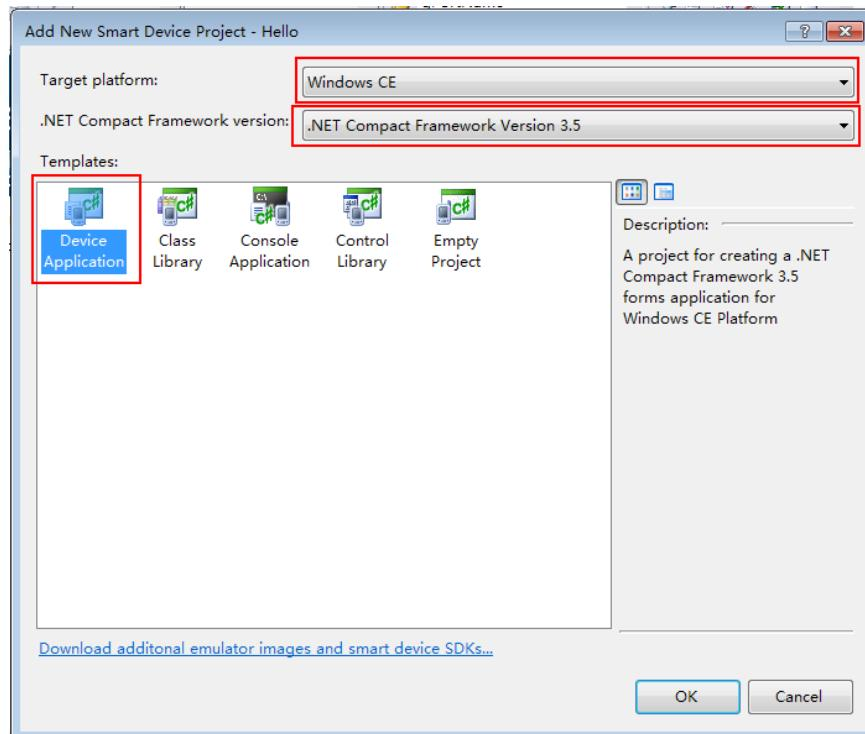
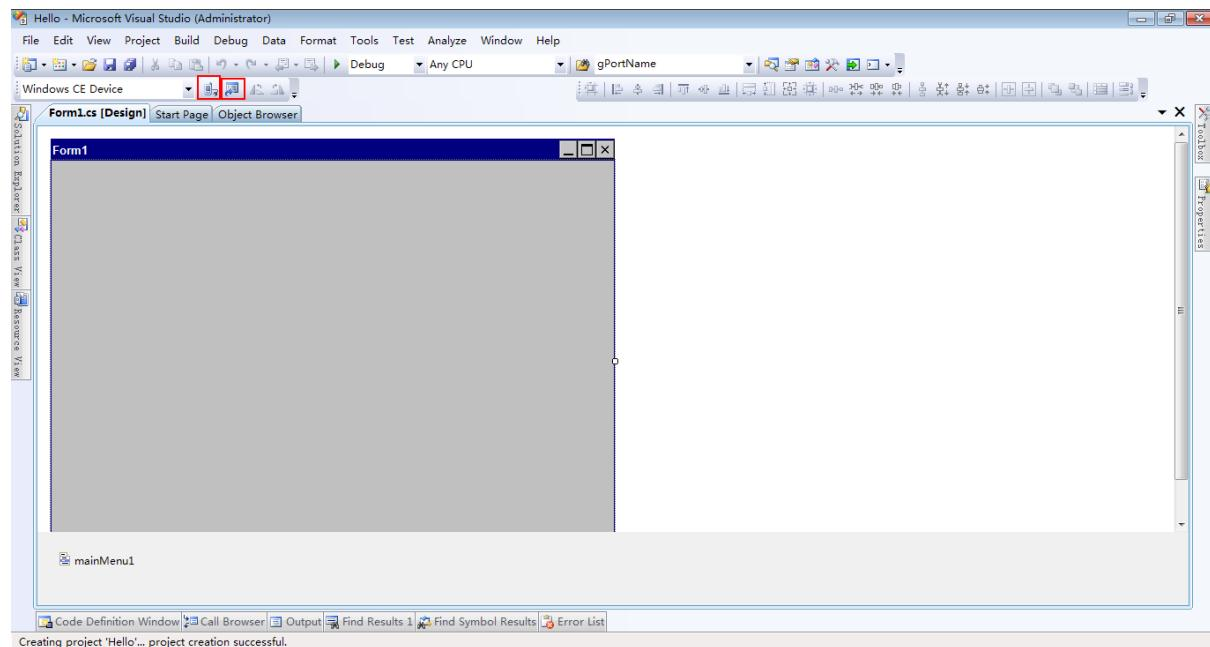
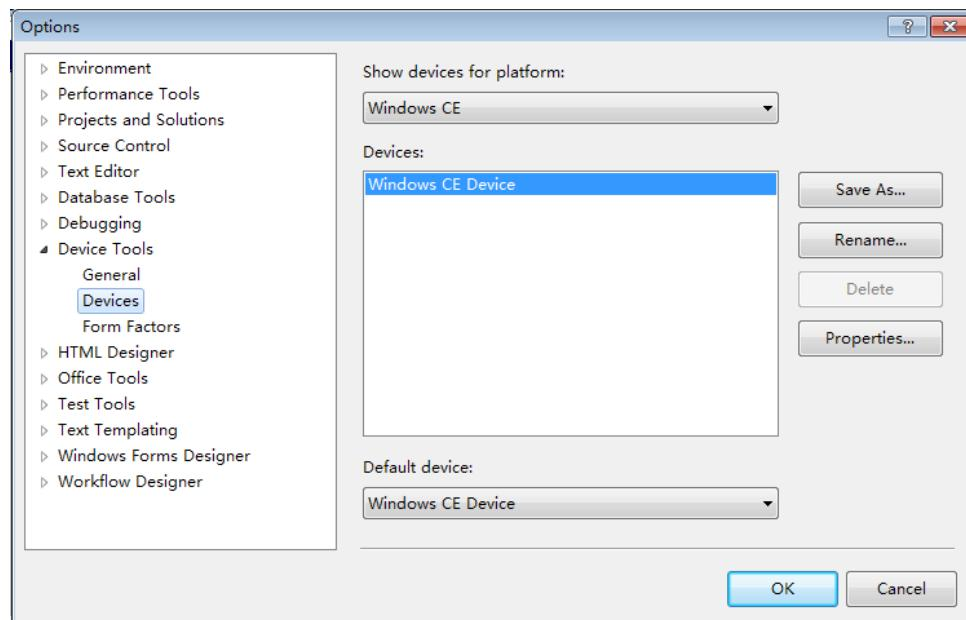
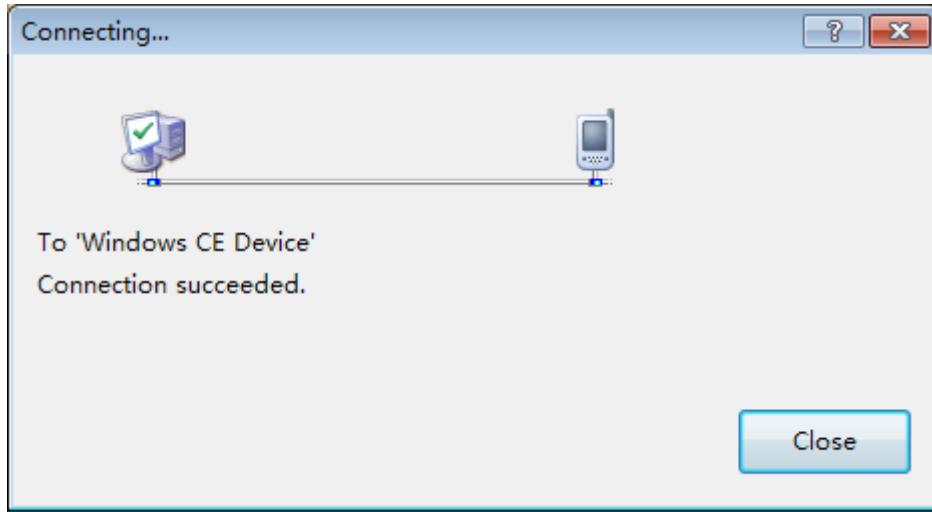

图 4-2
图 4-3
图 4-4
图 4-7
3) 选择 Project Types “Visual C#”下的“Smart Device”，右上角选框选.NET Framework 3.5(或者其他版本，如 2.0, 3.0)，点击 OK 会弹出图 4-2:
4) 如图 4-2 所示进行设置，点击 OK，弹出窗口如图 4-3 所示。
5) 如果通过 TCP/IP 网口进行联机调试，点击图 4-3 上所示的 按钮，弹出如图 4-4 所示窗口。
9) 在开发机的 VS2008 开发界面点击 按钮 (如图 4-3 所示), 如图出现图 4-7 所示, 表示调试连接成功, 此时可以开始在 ZGT300 调试程序。